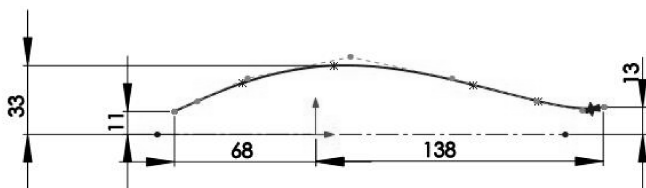

图 4-44 绘制草图 1
- 02 在前视基准面上绘制如图 4-44 所示的草图 1。